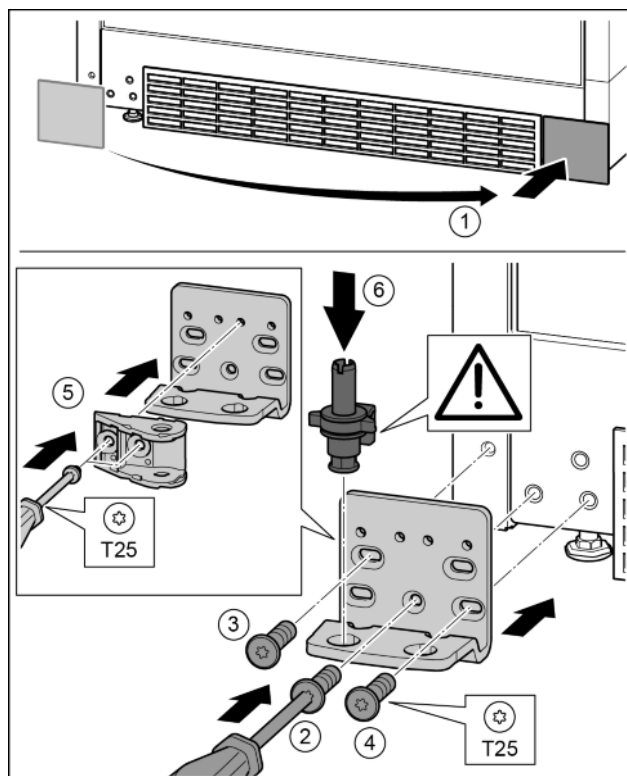

Fig. 30
- ▶ Зніміть кришку та встановіть її з іншого боку. Fig. 30 (1)
- ▶ Встановіть опорний кронштейн з іншого боку і закріпіть гвинтами за допомогою викрутки T25. Почніть із гвинта 2 знизу посередині. Fig. 30 (2)
- ▶ Закрутіть гвинти 3 та 4. Fig. 30 (3, 4)
- ▶ Поверніть з'єднувальний елемент демпфера на 180°. Пригвинтіть з іншого боку опорного кронштейна за допомогою викрутки T25. Fig. 30 (5)
- ▶ Вставте цілком опорний гвинт. При цьому виступ фіксатора повинен бути спрямований назад. Fig. 30 (6)